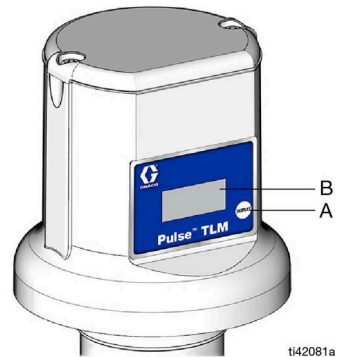

Рис. 2
2. Нажмите и удерживайте кнопку дисплея (A), пока на дисплее (B) не появится сообщение REGISTER (РЕГИСТРАЦИЯ), затем отпустите ее (Рис. 2). Этот процесс может занять до 20 секунд.